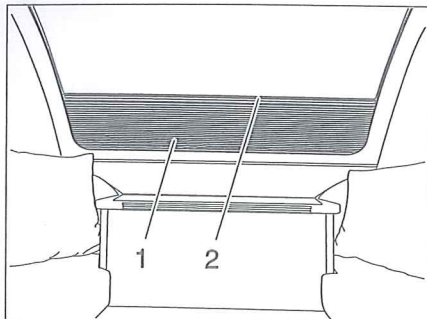

Bild 39 Mörkläggningsrullgardin frontruta
- Stänga:** ■ Dra mörkläggningsrullgardinen uppåt vid skåran (Bild 39,2).
- Öppna:** ■ Dra mörkläggningsgardinen (Bild 39,1) neråt vid skåran (Bild 39,2).